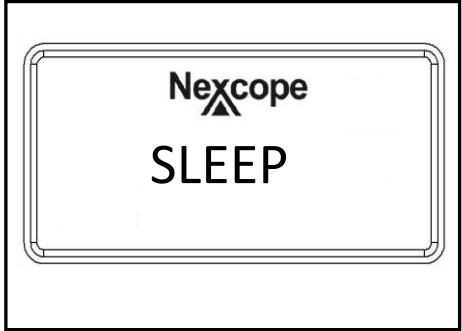

图 13
- 1. 单击旋钮：进入待机状态，屏幕上显示“SLEEP”，如图 13 所示。解除再次单击，屏幕上的“SLEEP”消失，显示正常工作状态；